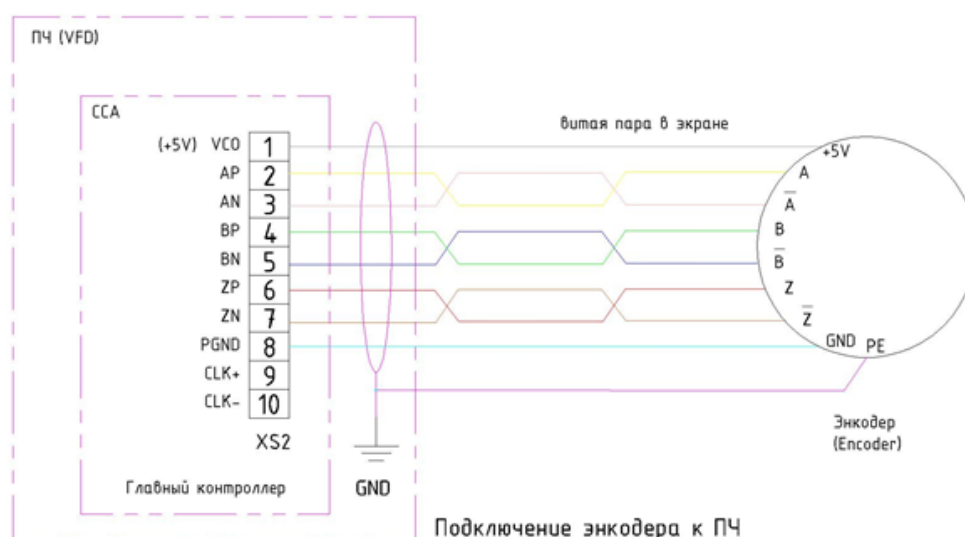

Рис. 6.25 – Электрическая схема подключения инкрементального энкодера.
Контроль токов нулевой последовательности осуществляется внешним устройством (электрическая схема приведена на рис. 6.25), которое поставляется опционально. Данная опция позволяет определить несимметричность в фазных токах на выходе ПЧ (например - при утечке на землю) и послать сигнал на отключение ПЧ. Устройство подключается к плате измерения выходного напряжения силовой ячейки и к заземляющему проводнику. При помощи датчика тока происходит обнаружение не симметрии фазных токов, что активирует реле напряжения (KV). В результате реле посылает сигнал на останов ПЧ (на дискретный вход «Аварийный останов»).